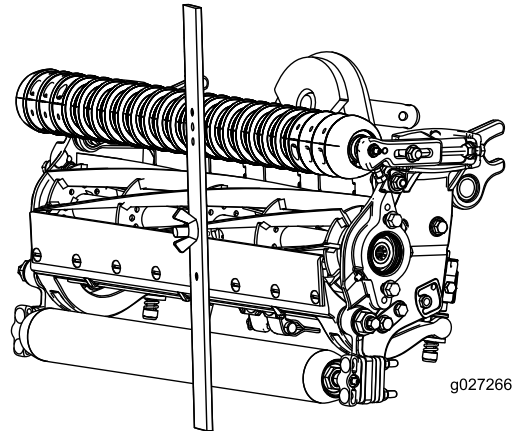

Bild 17
4. Haken Sie den Schraubenkopf an die Schnittkante des Untermessers ein, und stützen Sie das hintere Ende der Leiste auf der Heckrolle ab (Bild 17).
5. Drehen Sie die Einstellschraube, bis die Frontrolle die Messlehre berührt (Bild 17). Stellen Sie beide Enden der Rolle ein, bis die ganze Rolle parallel zum Untermesser ist.